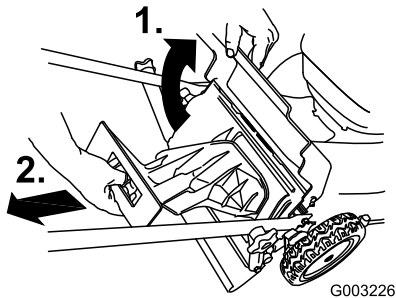

Bild 34
1. Heben Sie die hintere Klappe an und halten Sie sie hoch (Bild 34).
2. Nehmen Sie die Heckauswurflappe ab (Bild 34).